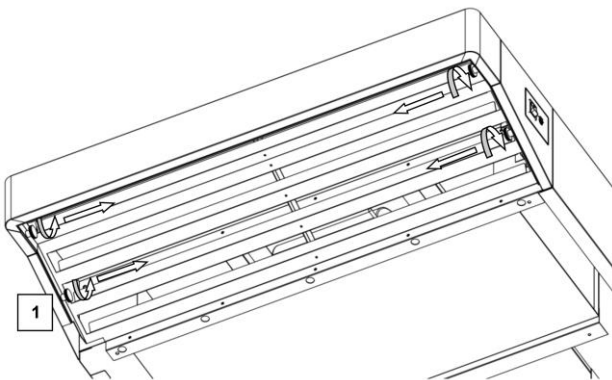

Abb. 4.1
- Lösen Sie die Drehknäufe, mit denen der Rost links und rechts befestigt ist (Abb. 4.1., Teil 1);